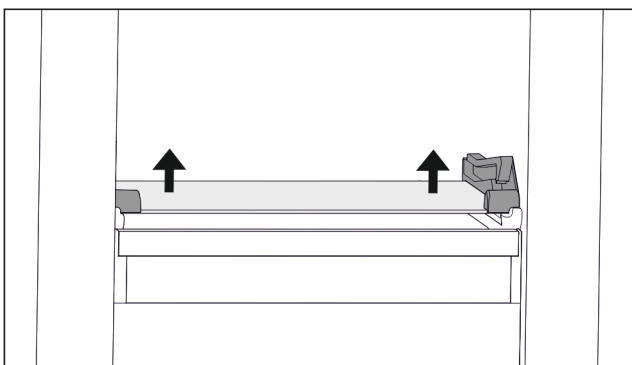

Fig. 72 Glasplatte des abklippbaren Schubfachs
- ▶ Glasplatte von unten beidseitig nach oben drücken. (siehe Fig. 72)